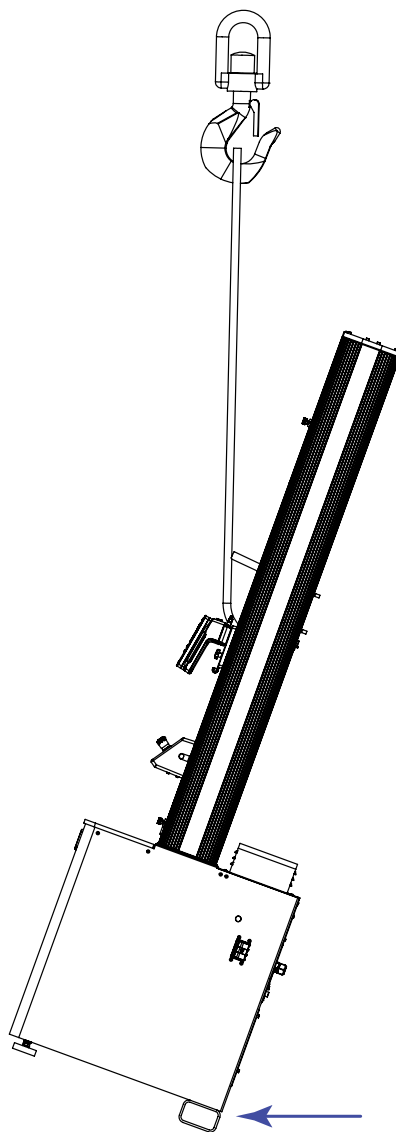

Figure 25. Redressement du bâti de charge
5. Redressez lentement le bâti de charge en position verticale (Figure 25 à la page 86).
Lors du levage, assurez-vous que les seules pièces en contact avec la palette d'expédition ou le sol sont les supports tubulaires à l'arrière de la base du bâti (indiqués par la flèche dans Figure 25 à la page 86).